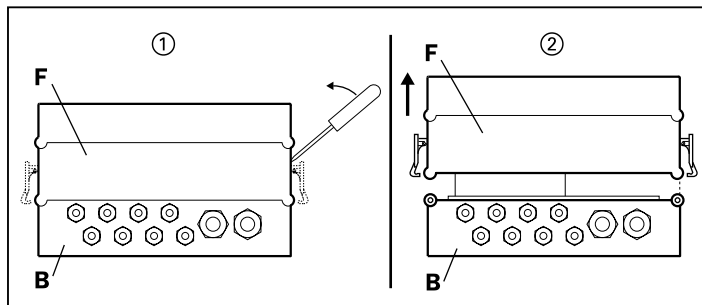

Fig. 4-1: Caixa IP 65, retirar a parte frontal da caixa
1. Abrir as alavancas de aperto dos fechos em charneira com uma chave de fenda ①, e retirar a parte frontal da caixa ② (vide Fig. 4-1).